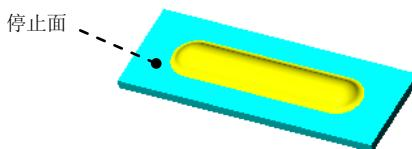

图 10.4.4 选取停止面
(2) 定义成形工具属性。
① 定义停止面属性。激活“成形工具”对话框的 **停止面** 区域，选取如图 10.4.4 所示的面为停止面。
② 定义移除面属性。由于不涉及移除，成形工具不选取移除面。